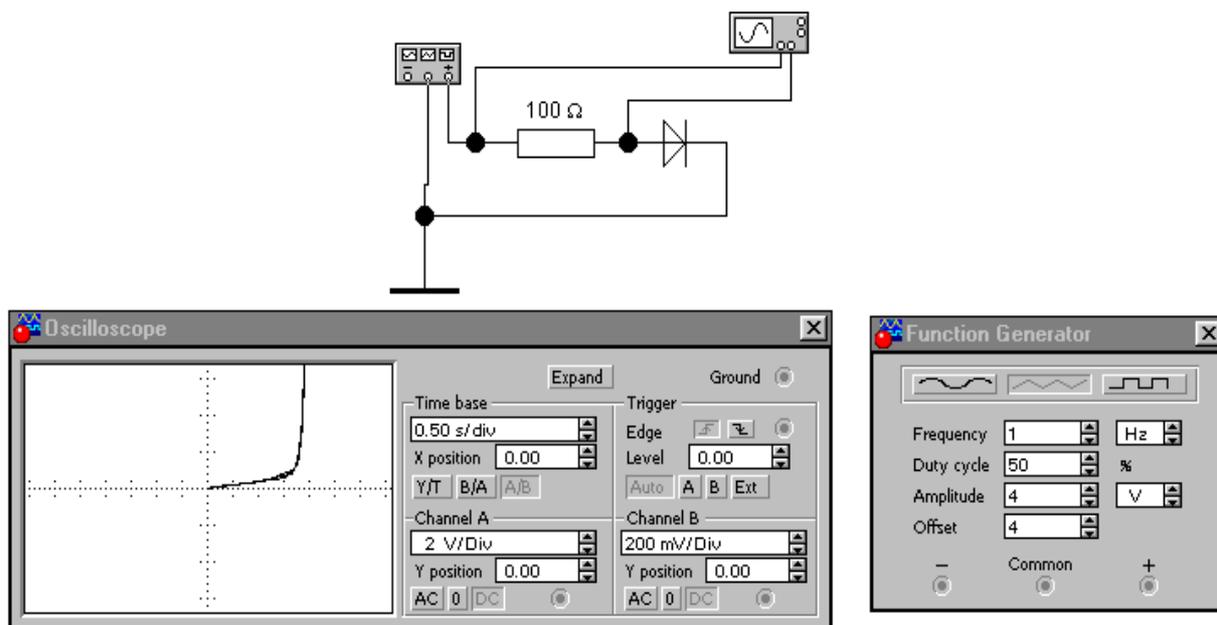

Рис. 12. Схема
6.3. Процесс исследования ВАХ может быть автоматизирован с помощью характериографа, в котором формирование изображения ВАХ осуществляется в режиме развертки A/V осциллографа. При этом используются сигналы с функционального генератора и с нагрузки диода. Собрать схему с указанными параметрами (рис. 12).